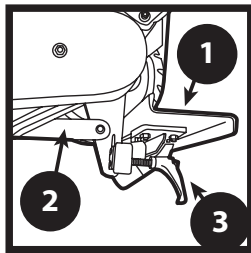

FIGURA 7
1. Ajuste el soporte y el brazo de soporte a la posición deseada con ayuda de la palanca de bloqueo del accesorio (Figura 7). Asegúrese de que el espacio entre la cara de la banda abrasiva y el soporte es de 1,375 mm como máximo.